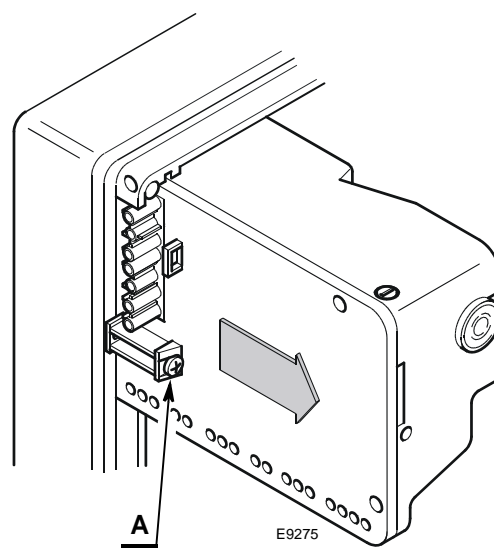

Fig. 15
- sconnettere tutti i connettori ad essa collegati, la spina a 7 poli, i cavi di alta tensione ed il filo di terra (TB);
- svitare la vite **A** (Fig. 15) e tirare l'apparecchiatura nel senso della freccia.